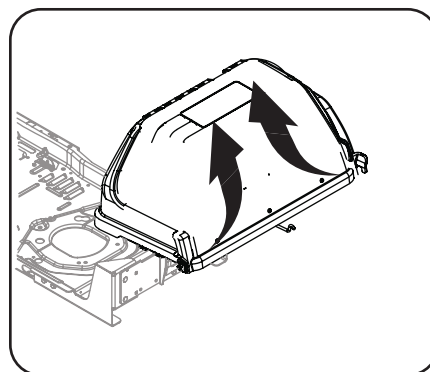

Figure 4-10
6. Ouvrez le couvercle du bac récupérateur en appuyant sur les encoches et en soulevant le couvercle supérieur. Voir Figure 4-10.